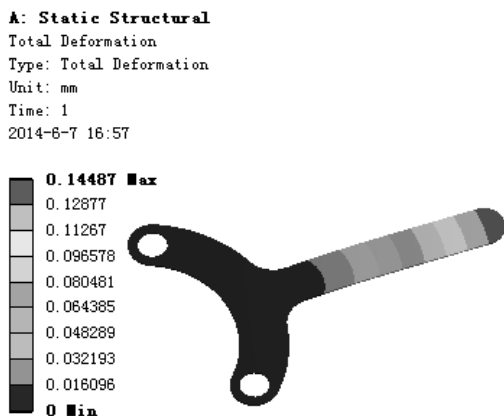

图 7.5.17 位移变形结果图解
(3) 查看位移变形结果图解。在“Outline”窗口中选中 **Total Deformation**，查看图 7.5.17 所示的位移变形结果，其最大位移为 0.14487 mm。